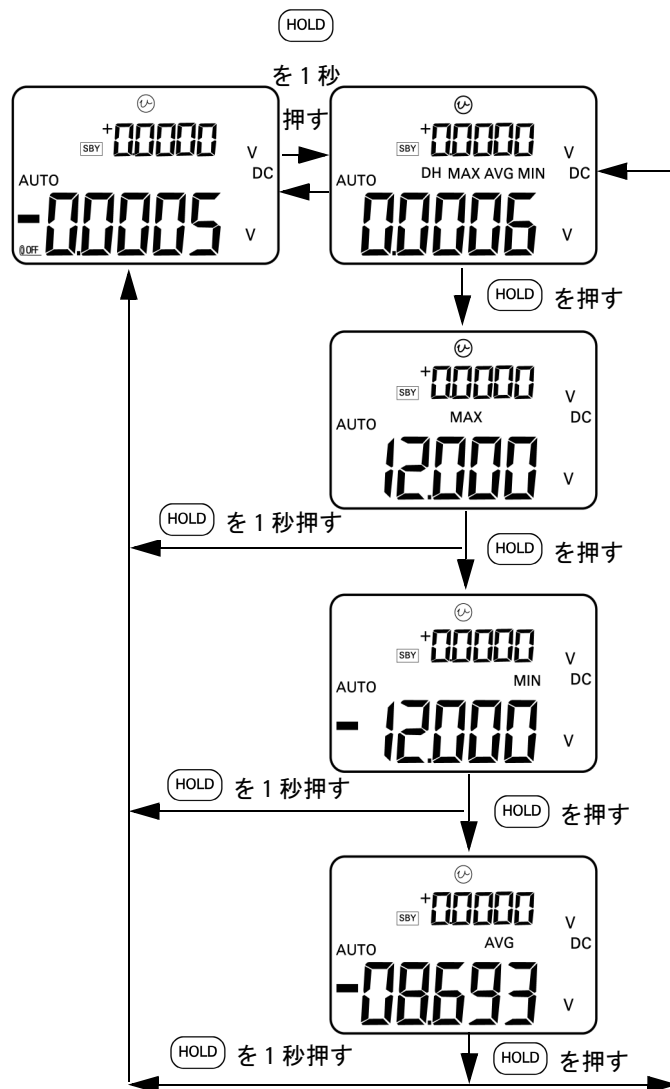

図 3-7 ダイナミック・レコーディング・モード
- 2 **[MAX・MIN]** を押して、最大値、最小値、平均値、現在値を順次表示します。どの値が表示されているかを示すために、**MAX**、**MIN**、**AVG** または **MAX AVG MIN** インジケータが表示されます。図 3-7 (59 ページ) を参照してください。